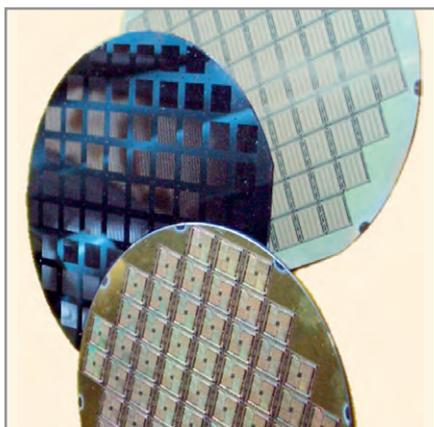

Рис. 10. Фотография кремниевых пластин Ø150 мм с функциональными матричными кристаллами
3. Типовая кремниевая технология изготовления матричных полупроводниковых структур, на которых засветка фотодиодов осуществляется лазерами VCSEL в прямом контакте (см. рис. 10). В результате проведённой работы по созданию ряда 3D М ФЭФ М было осуществлено следующее.